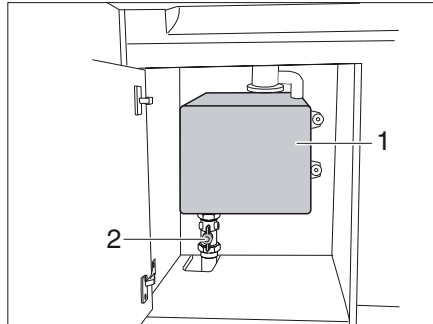

Fig. 147 Réservoir d'eaux usées intérieur
- Ouvrir le robinet à boule (Fig. 147,2) en dessous du réservoir d'eaux usées (Fig. 147,1). Les eaux usées sont envoyées dans la tuyauterie d'évacuation de la caravane.